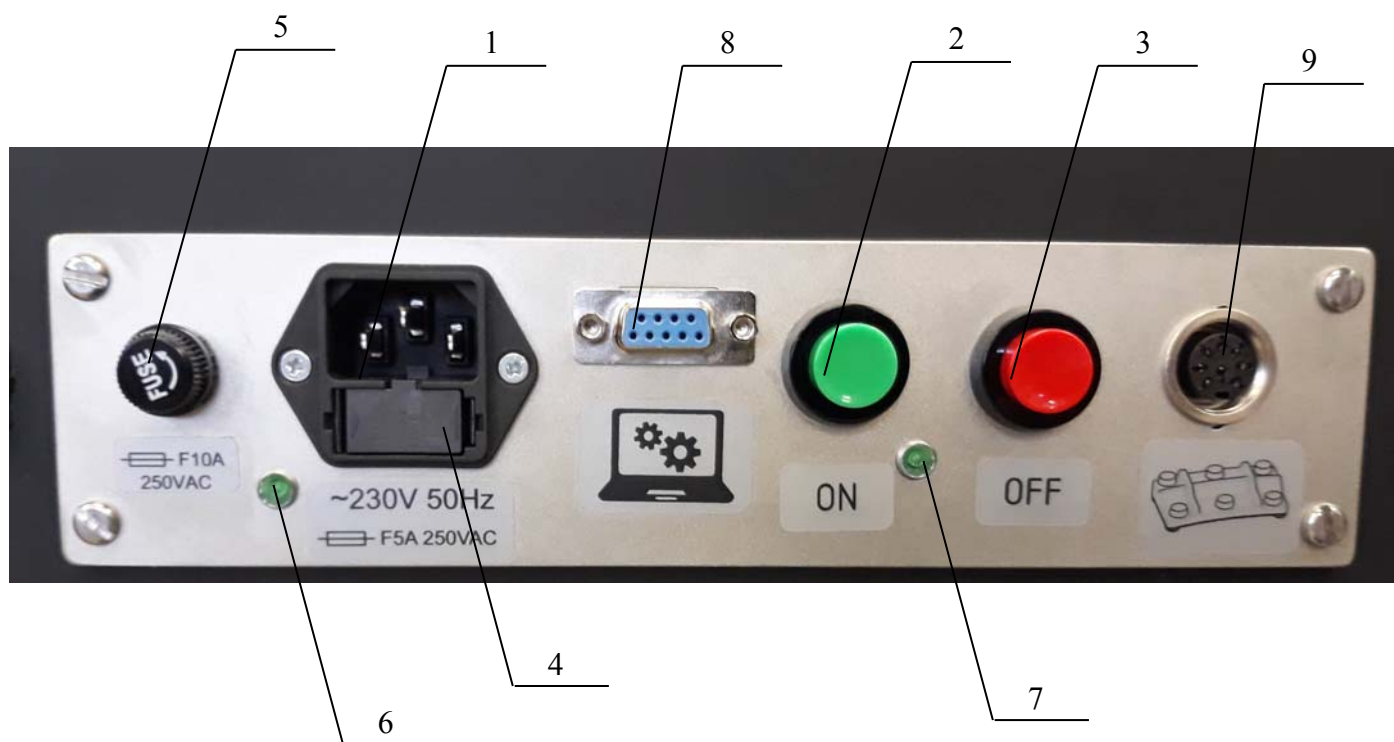

Рисунок 4 – Панель питания.
9.8 В держатель предохранителя 5 (Рисунок 4), расположенный на панели питания, установите предохранитель 10А. Для этого необходимо снять крышку держателя предохранителя, открутив ее в направлении, указанном стрелкой на крышке, установить предохранитель и закрутить крышку в обратном направлении.
9.9 Для включения стола нажмите кнопку 2 на панели питания (Рисунок 4). При этом загорится светодиодный индикатор 7.
9.11 После окончания работы выключите стол нажав кнопку 3 (Рисунок 4). Стол отключится автоматически, если в течение двух часов не происходит нажатие хотя бы одной кнопки пульта.
9.12 При дезинфекции стола разъем 9 (Рисунок 4), при отсутствии штекера пульта управления педального, необходимо закрыть крышкой (Рисунок 14).
10.1.1 Для включения пульта нажмите и удерживайте 3 секунды кнопку 1 «OFF/ON» (Рисунок 5 а) пульта управления. Должен загореться индикатор 11 зеленого цвета. Он отображает степень зарядки батареи. При полной разрядке батареи индикатор горит красным цветом. Раздается прерывистый звуковой сигнал. При разряженных батареях вставьте один конец съёмного шнура питания в разъём 1 (Рисунок 4), а второй – в сеть питания $\sim (230\pm 23)V$, $(50\pm 0,1)$ Гц.
Внимание! Зарядка аккумуляторных батарей должна проводиться при включенном столе. При этом должны гореть оба светодиодных индикатора 6, 7 (Рисунок 4) и индикаторы 12 на пультах мигают зеленым цветом (Рисунки 5, 6). Если индикатор 7 не горит, нажмите кнопку 2 на панели питания (Рисунок 4).